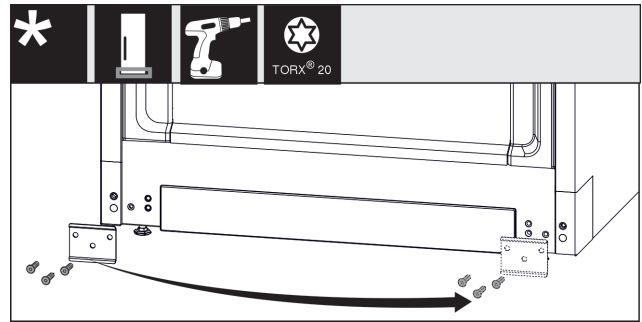

Fig. 30
- ▶ Открутите пластину Fig. 30 (1), переставьте на другую сторону и снова прикрутите.